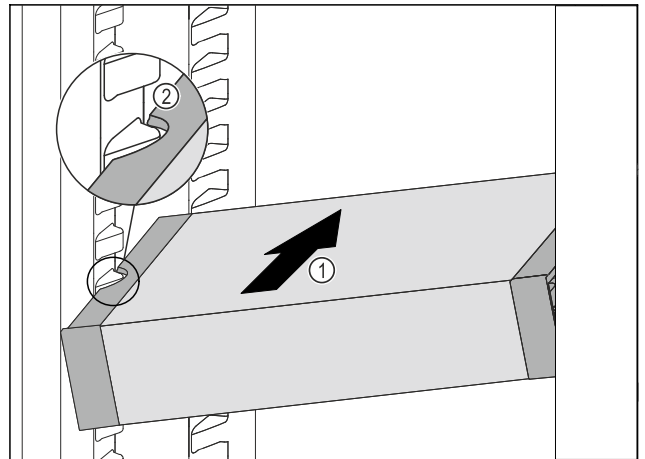

Fig. 175
- ▶ A VarioSafe fiókot ferdén tolja be a hűtőrézbe Fig. 175 (1) annyira, hogy a VarioSafe oldalsó kivágásai Fig. 175 (2) a hűtőrézben a tartóborða magasságában legyenek.